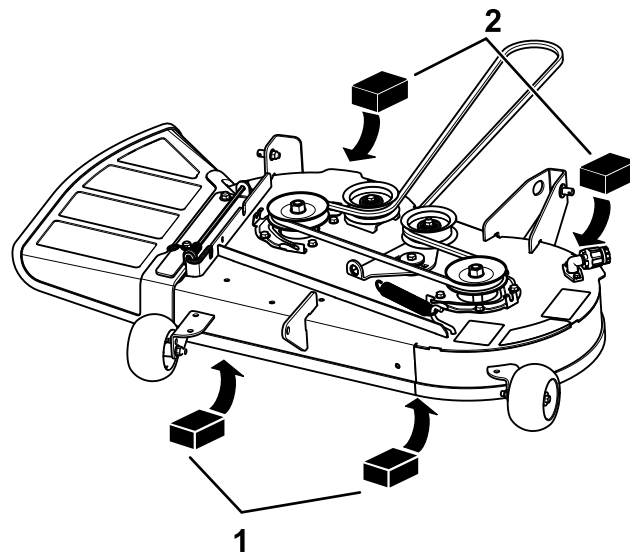

Figura 70
4. Coloque dos bloques de 6.6 cm (2⁵/₈" de grosor debajo de cada lado del borde delantero de la carcasa, pero no debajo de los soportes de los rodillos protectores del césped (Figura 70).
5. Coloque dos bloques de 7.3 cm (2⁷/₈" de grosor debajo del borde trasero del faldón de la carcasa de corte, uno en cada lado de la carcasa de corte (Figura 70).